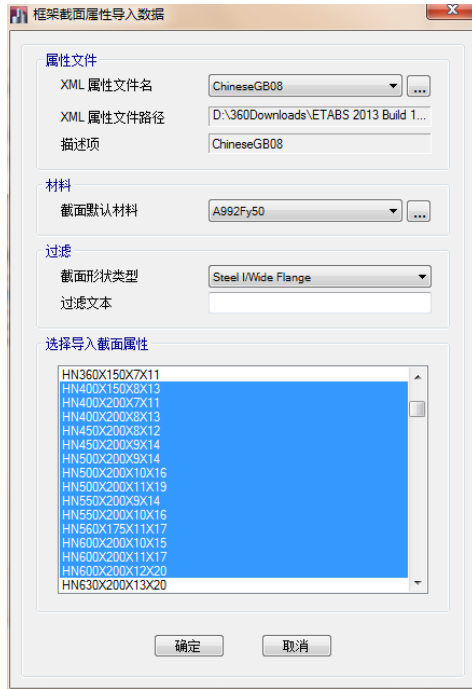

图 3-3 框架截面属性导入数据对话框
3. 点击**常用属性截面类型**区域**钢构件**下的 **I** 按钮，或者在**截面形状**下拉列表中选择 **Steel I/Wide Flange**，然后点击**确定**按钮，弹出**框架截面属性导入数据**对话框，如图 3-3 所示。